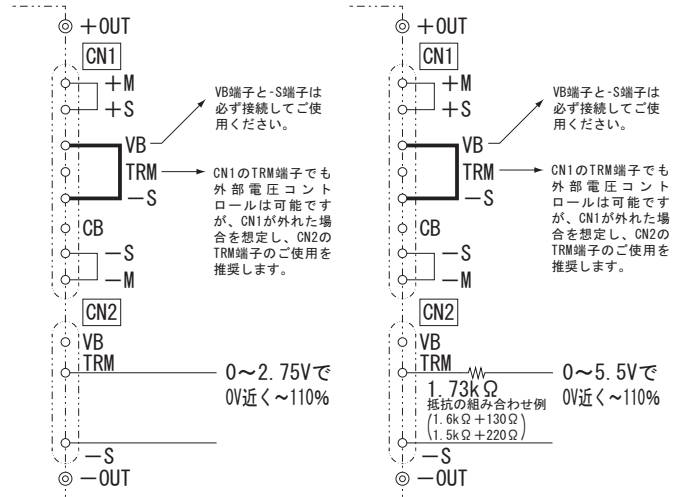

図 2.1 配線 1 (TRM 制御電圧 0～2.75V の場合) 図 2.2 配線 2 (TRM 制御電圧 0～5.5V の場合)
- 外部電圧コントロール機能をご使用中に、TRM端子がオープンになると、定格電圧が出力されます。図2.1のように、VBと－S端子を接続することで、TRM端子がオープンになった場合、出力電圧が停止します。